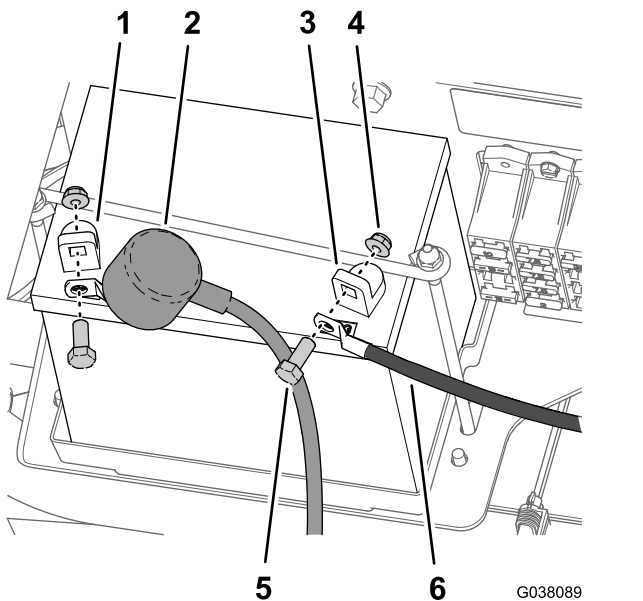

Figure 4
6. Débranchez le câble négatif (noir – masse) de la borne de la batterie (Figure 4).
7. Soulevez et éloignez le capuchon isolant, puis débranchez le câble positif (rouge) de la borne de la batterie (Figure 4).